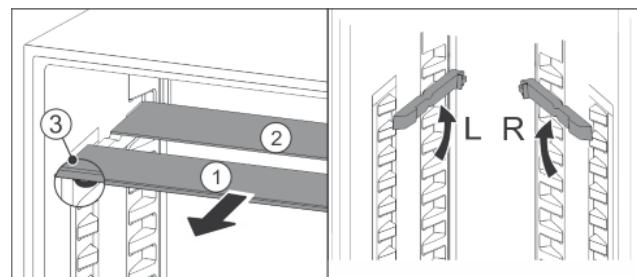

Fig. 19
- По одной извлеките Fig. 19 (1) стеклянные панели движением вперед.